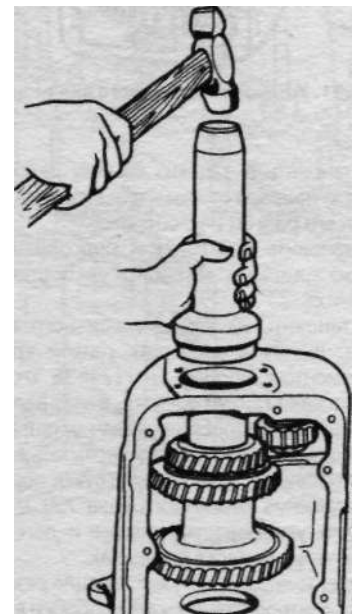

Рис. 3.29. Запрессовка шарикового подшипника промежуточного вала
- напрессовать подсобранный шариковый подшипник на шейку промежуточного вала и запрессовать его в отверстие картера. Подшипник уаанавливать канавкой наружу (рис. 3.29);